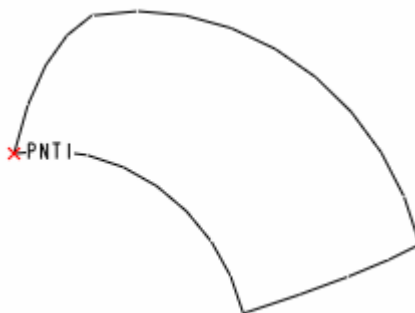

图 36-10
(1) 首先使用基准点工具，在曲面的一个顶点建立基准点，如图 36-10 所示。